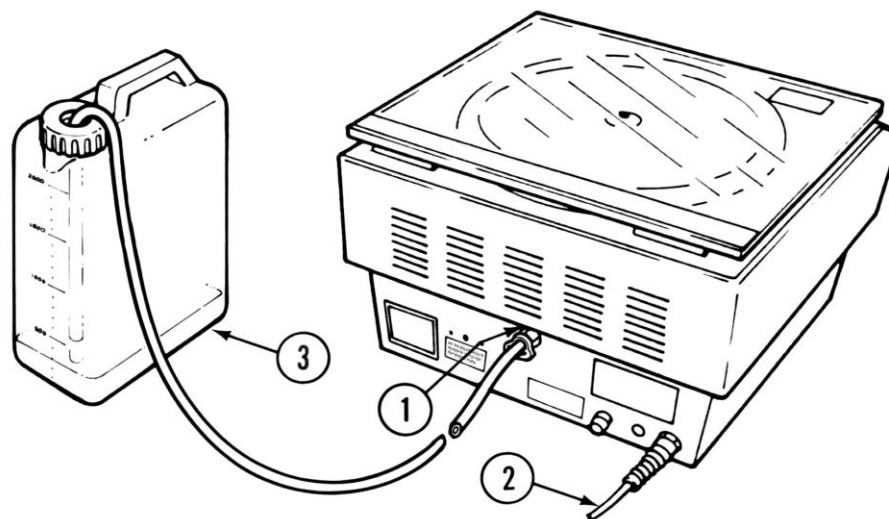

Figura 2-1
2. Inserire la fascetta serratubo su un'estremità del tubo di drenaggio. Accertarsi che la porta di drenaggio (1) non sia ostruita. Collegare questa estremità del tubo alla porta di drenaggio e serrare la fascetta (vedere Figura 2-1).
3. Riempire il serbatoio di drenaggio (3) con 200-300 ml di soluzione al 5% di clorexidina cloridrato o soluzione al 5% (o inferiore) di ipoclorito di sodio (candeggina comune). Applicare il tappo di drenaggio e serrarlo.
7. Installare il rotore (1) sull'albero del rotore (2)